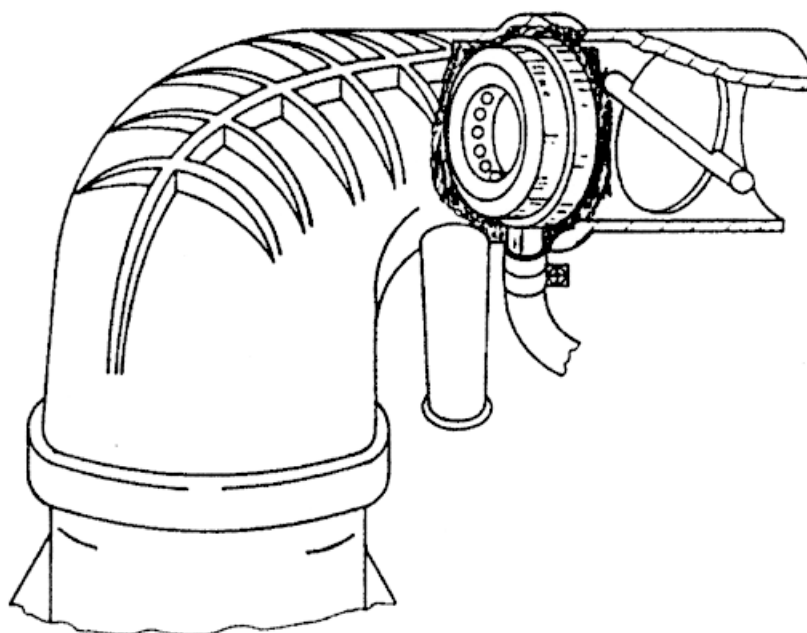

рис. 4.6.5 – Установка смесителя.
4.6.5. УСТАНОВКА СМЕСИТЕЛЯ МЕЖДУ ФИЛЬТРОМ И КАРБЮРАТОРОМ (рис. 4.6.5)
Этот тип смесителей рис. 4.6.5 предусмотрен также для автомобилей с системой впрыска типа K-JETRONIC и турбо, в которых он вставляется между воздушным фильтром и карбюратором.